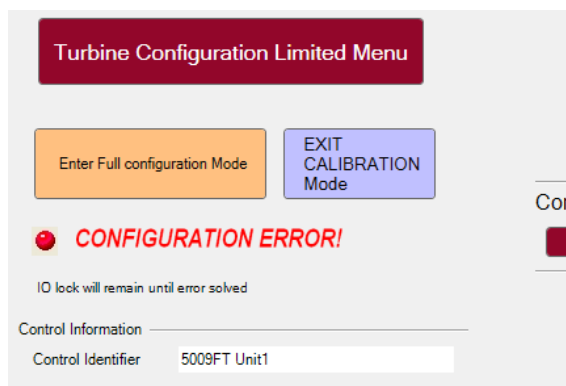

図 3-2. 完全設定モードへのナビゲーションボタン
3. 表示される(図3.2)Enter Full Configuration Mode[完全設定モードにする]ボタンをクリックします。